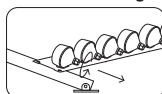
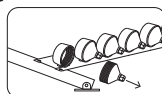

Figura 6
Figura 7
- 6) Desenrosque la tapa de los conos negros como se muestra en la **Figura 6 y Figura 7**.